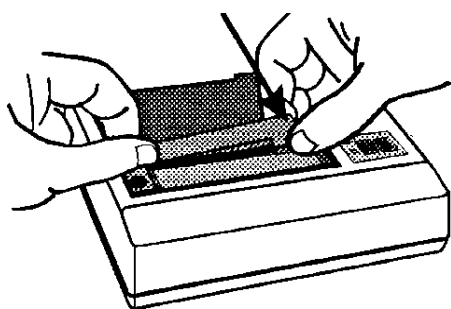
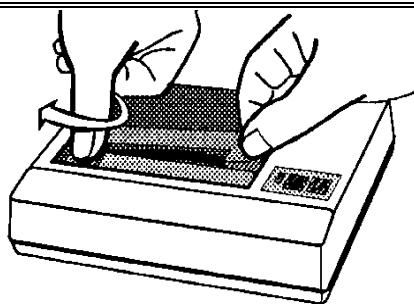

Bild 7
Bild 8
- Legen Sie das neue Farbband, mit der linken Seite zuerst ein (Bild 7), bis es im Druckwerk einrastet und überprüfen Sie die korrekte Position des Farbbandes. Eventuell den Transportkopf in Pfeilrichtung drehen (Bild 8), damit das Farbband gespannt wird.